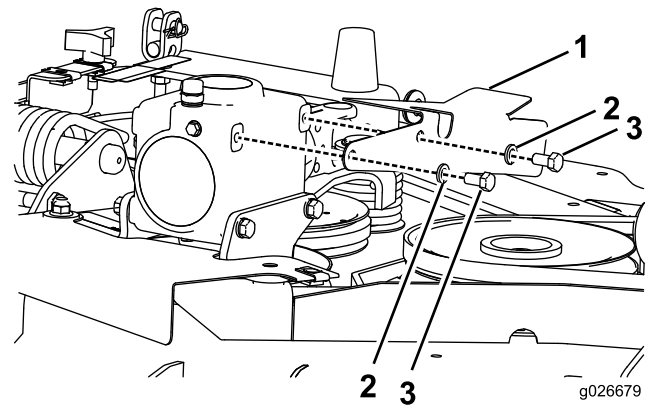

Figura 3
- Posizionate la copertura dell'albero di trasmissione sugli ingranaggi, come illustrato in Figura 3.